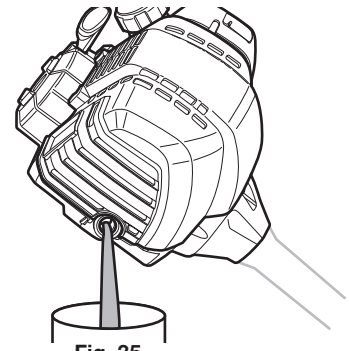

Fig. 35
6. Si el nivel de aceite es demasiado alto, incline la unidad y drene el exceso de aceite en un recipiente adecuado (Fig. 35).
3. Incline la unidad verticalmente para verter el aceite fuera del orificio de llenado de aceite y al interior del recipiente (Fig. 35). Deje bastante tiempo para que se drene completamente.